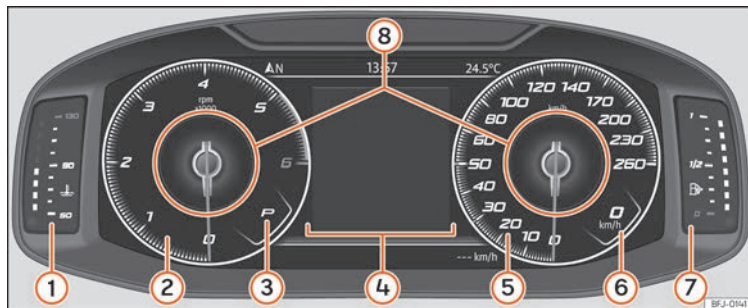

Fig.124 SEAT Digital Cockpit en el tablero de instrumentos (vista clásica).
En la *Vista Clásica* y en *Semicircular watches* se tiene la posibilidad de personalizar la información que aparece en **Perfiles de información** » **fig. 124 ⑧**.
» fig. 124.